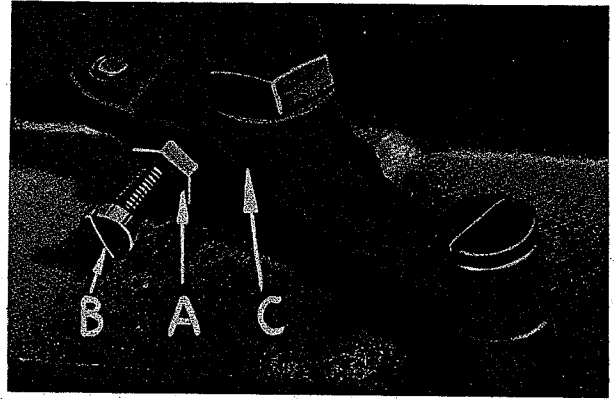
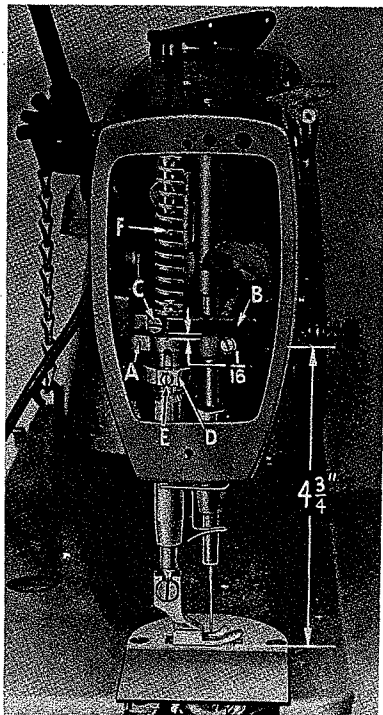

Fig. 15
Fig. 16
La conexión de la barra del prensatelas (A, Fig. 16) deberá ajustarse de manera que quede a  $1/16"$  (1,18 mm) debajo de la guía de la barra del prensatelas (B). Esto se lleva a cabo inclinando la máquina hacia atrás, contra el pasador de apoyo, aflojando la contratuerca (A, Fig. 15) y relocalizando el tornillo de parada (B) en la manivela de la campana de la palanca del alzador (C). Girando el tornillo de parada hacia la derecha o hacia la izquierda, se realiza el debido ajuste de la conexión de la barra del prensatelas. Apriétese la contratuerca (A) para fijar en su lugar el tornillo de parada.
Al localizar la guía de la barra del prensatelas (B, Fig. 16) éste deberá descansar sobre la plancha de la aguja con el diente de alimentación en su más baja posición. La guía se ajusta como es debido cuando hay  $4-3/4"$  (6,99 cm) de espacio entre el alambre del tirahilo y el tope de la plancha de la aguja (Fig. 16).
El regulador de la tensión deberá ajustarse de manera que no se suelte al sobrecojer o cuando el prensatelas está levantado para reforzar costuras. El ajuste de la leva reguladora de tensión (D, Fig. 16) y la posición de dentro y fuera del conjunto tensor son necesarios para el propio funcionamiento.
La leva (D, Fig. 16) del regulador de tensión deberá ponerse en posición ahora aflojando el tornillo de sujeción (E, Fig. 16) y levantando o bajando después la leva de acuerdo con las condiciones de la costura, el punto medio de regulación es entre 1/4 a 5/16" (6,35 a 7,94 mm) del alzador de prensatelas sobre la plancha de la aguja. Apriétese bien el tornillo de su-